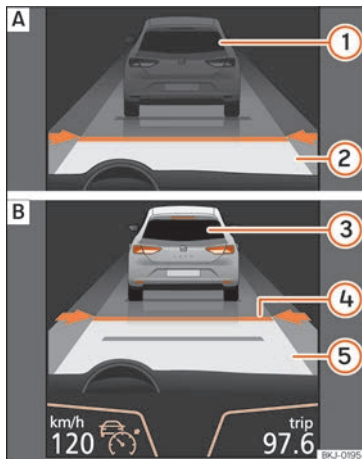
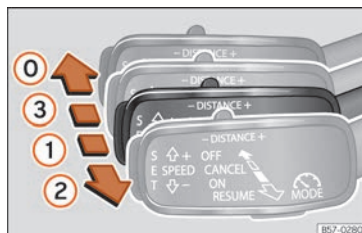

Fig. 235 Sur l'écran du combiné d'instruments : [A] ACC inactif (Standby). [B] ACC actif.
Fig. 237 À gauche de la colonne de direction : troisième levier pour utiliser le régulateur de vitesse adaptatif.
Indications à l'écran » » **fig. 235 :**
vert s'allume sur le combiné d'instruments (🔌) ; la vitesse programmée et l'état de l'ACC s'affichent à l'écran » **fig. 235.**
de 1 km/h (0,6 mph), déplacez le levier en position ② » **fig. 237** ou appuyez sur la touche **SET**, respectivement.
Si besoin, la vitesse programmée peut être modifiée lorsque le véhicule est à l'arrêt ou lors de la conduite. Toute modification de la vitesse programmée est indiquée dans la partie inférieure gauche de l'écran du tableau de bord » **fig. 235.**
- Pour activer l'ACC, placez le troisième levier en position ① puis appuyez sur la touche **SET** ou placez le troisième levier de l'ACC en position ② » **fig. 237.** L'image de l'ACC sur l'écran du tableau de bord passe alors en mode **Actif** » **fig. 235.**
Pour désactiver l'ACC, placez le levier en position ③ » **fig. 237** (le faire emboîter). Le texte **ACC désactivé** s'affiche alors et la fonction est entièrement désactivée.
Si vous ne souhaitez pas désactiver l'ACC, mais passer temporairement en mode inactif (Standby), placez le troisième levier en position ③ » **fig. 237** ou appuyez sur la pédale de frein.